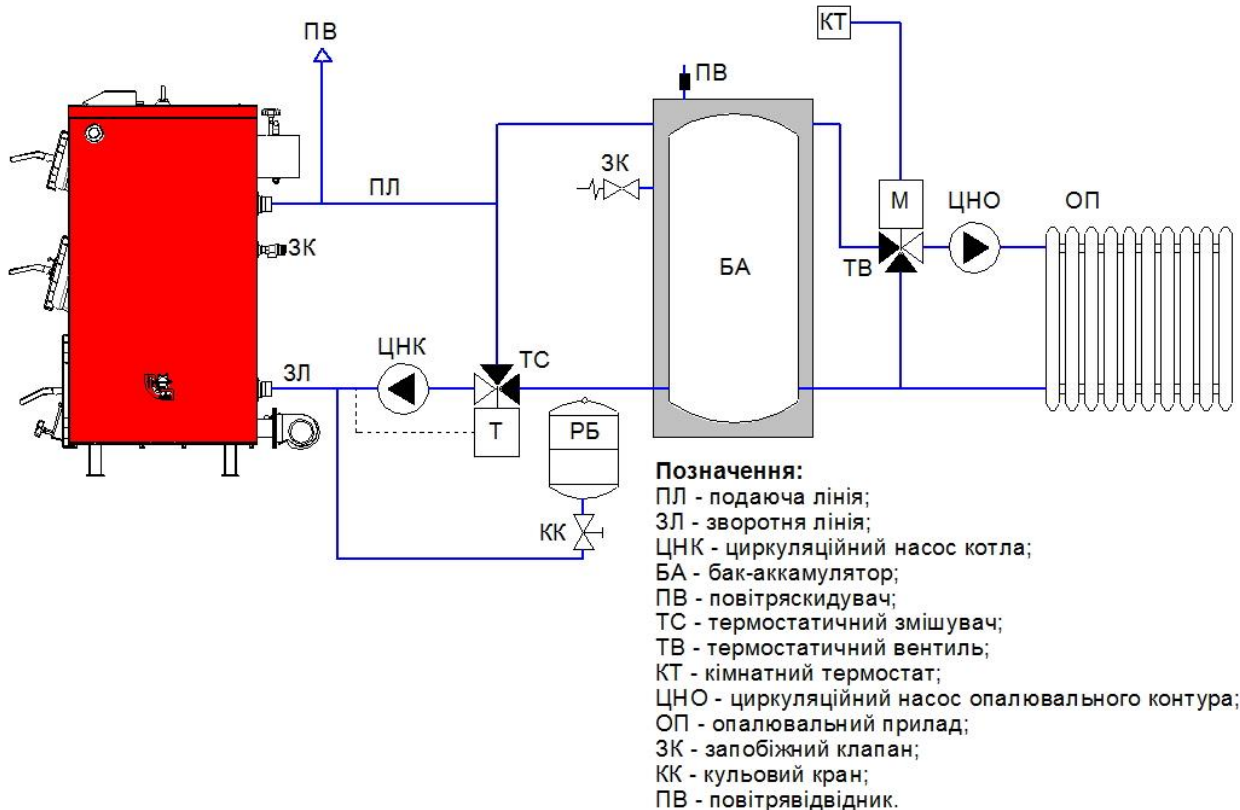
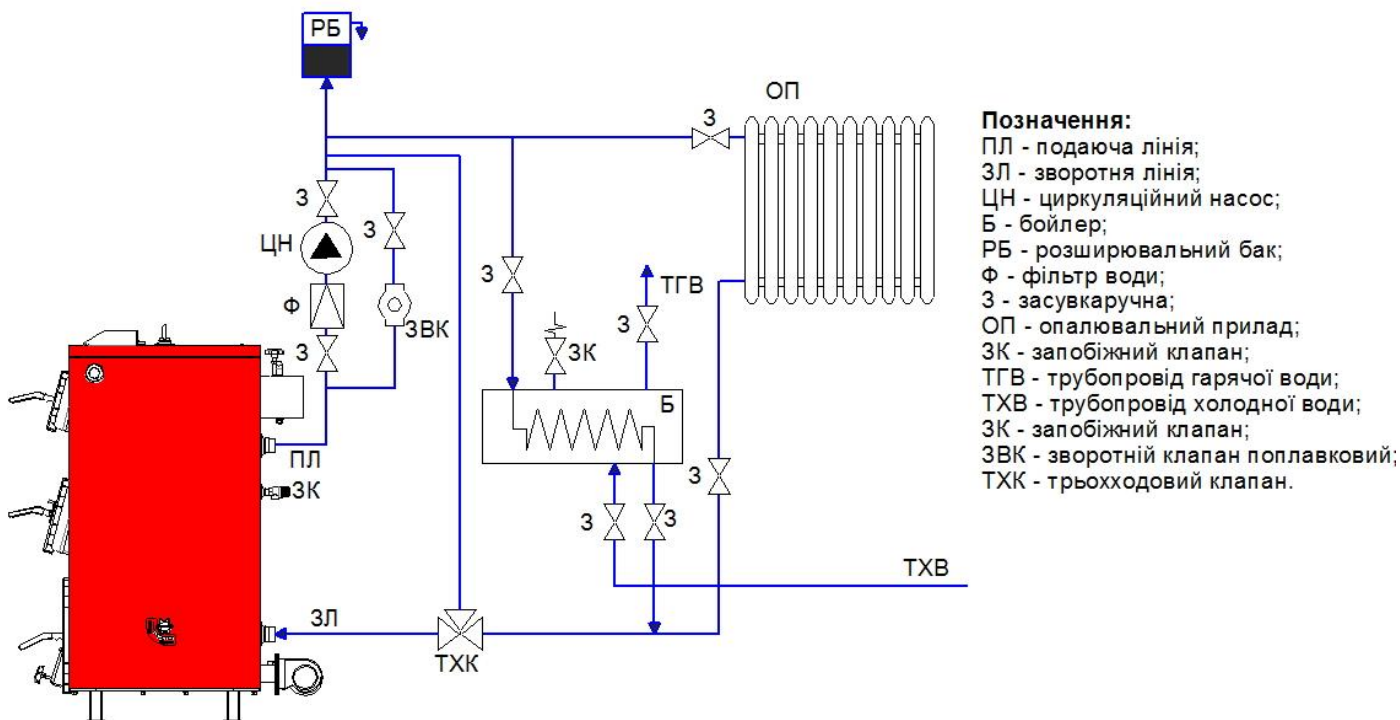

Рис.5 Схема обв'язки котла з баком акумулятором (рекомендована)
Рис.6 Схема обв'язки котла з бойлером (рекомендована)
6.3.4.4 Типові схеми обв'язки котла наведені на Рис.5, Рис.6